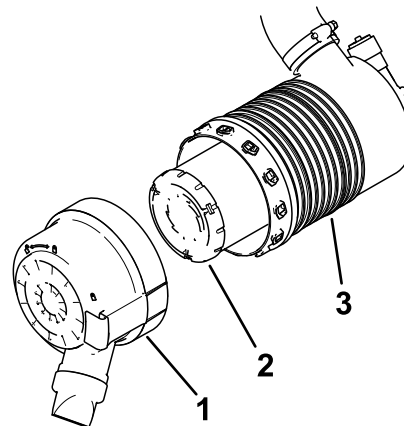

Figura 43
5. Instale la cubierta del limpiador de aire con el tapón antipolvo orientado hacia abajo, tal y como se muestra en la Figura 43 y cierre los enganches.